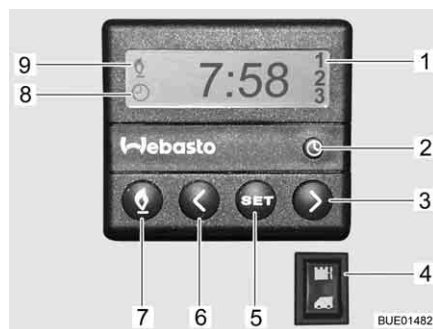

Bild 195 Kontrollenhet för motorvärme
- Tryck ner knapp (Bild 195,7). Värmedriften indikeras av symbolen (Bild 195,9). Fläkten startas först när kylmedelstemperaturen uppgår till 30 °C.
- Tryck ner knapp (Bild 195,7). Symbolen (Bild 195,9) slocknar.
- Vippkontakten (Bild 195,4) trycks in nedtill. Motorn förvärms. Fläkten startas direkt.
- Vippkontakten (Bild 195,4) trycks in upptill. Motorn värms inte upp.
- Tryck ner knapp (Bild 195,2). Tidsinställningen indikeras genom symbolen (Bild 195,8).
- Ställ klockan med knapparna (Bild 195,3 och 6).
- Tryck ner knapp (Bild 195,5).
- Ställ in starttiden inom 10 sekunder med knapparna (Bild 195,3 och 6).
- Tryck på knappen (Bild 195,5) tills önskat programnummer (Bild 195,1) visas på displayen.